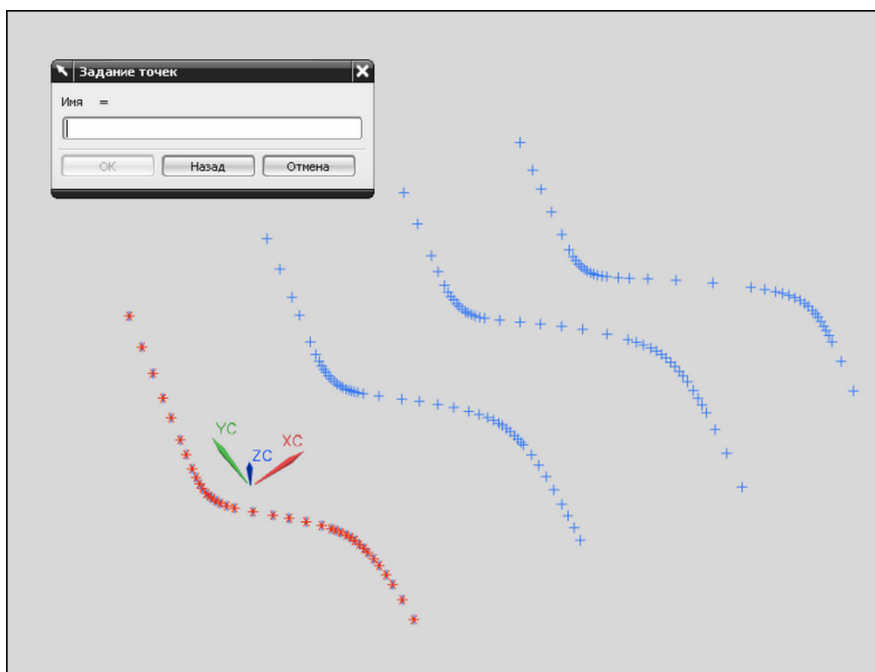

Рис. 1.5. Выбор начальной и конечной точек первой цепочки (опция **Цепочка по всем**)
- курсором указывается начальная и конечная точки первой цепочки (рис. 1.5);